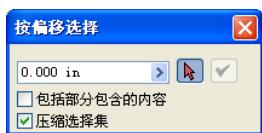

图 1-51 “按偏移选择”对话框
(3) 选择【选择零部件偏移】选项后，会打开如图 1-51 所示的【按偏移选择】对话框，包含在选定零部件偏移距离范围内的零部件将会亮显出来。可在【按偏移选择】框中设置偏移距离，也可单击并拖动某个面，以调整其大小。如果需要，可单击箭头以使用【测量】工具。选中【包括部分包含的内容】复选框，还将亮显部分包含的零部件。